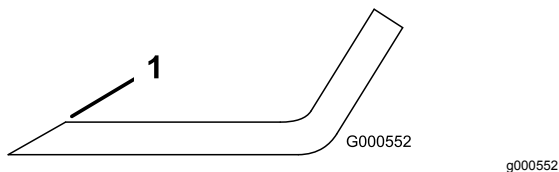

Figure 103
1. Au moyen d'une lime, aiguissez les tranchants aux deux extrémités de la lame (Figure 103).
Remarque: Si la lame est déséquilibrée, limez un peu l'extrémité de l'ailette seulement (Figure 103).